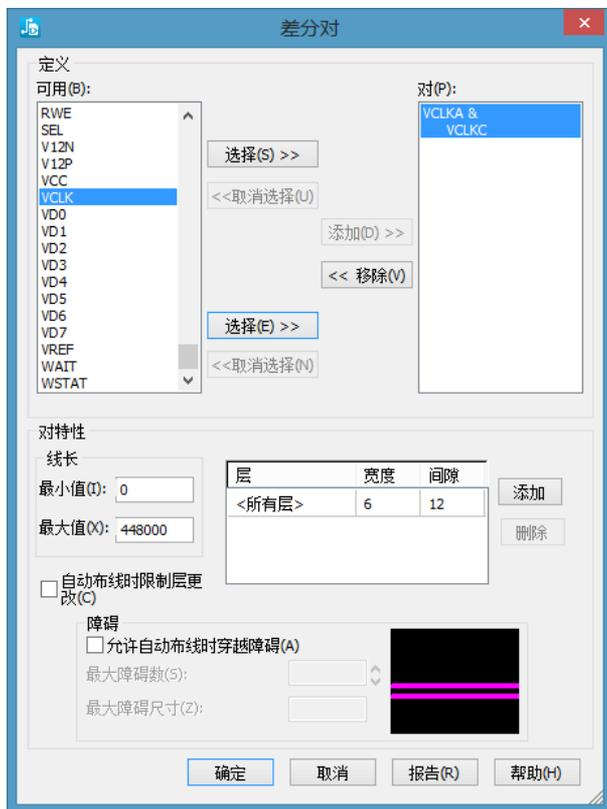

图 4-20 “差分对”对话框
(1) 执行“设置”“设计规则”命令，系统会弹出“规则”对话框。
(2) 单击“差分对”按钮，系统会打开“差分对”对话框，如图 4-20 所示。通过该对话框，可以设置差分对规则。
选择了两个差分信号后，单击“添加”按钮，即创建了一个差分对，如图 4-20 所示。